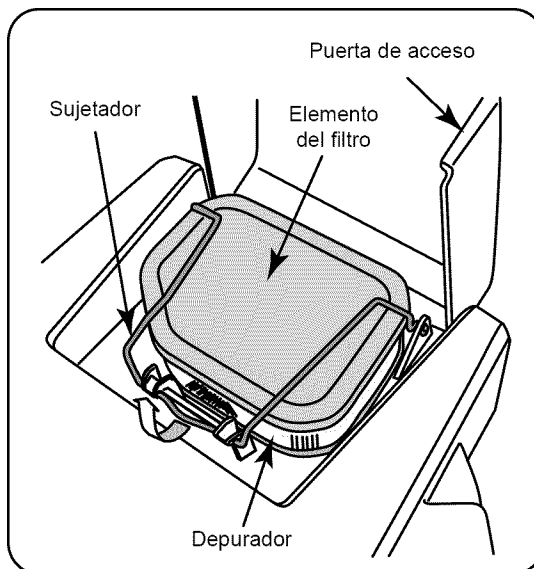

Figura 19
2. Desenganche el sujetador y retire el depurador del elemento del filtro de aire. Vea la Figura 19.
6. Gire el sujetador sobre la unidad de filtro y presione el sujetador hacia abajo para reengancharlo. Vea la Figura 19.